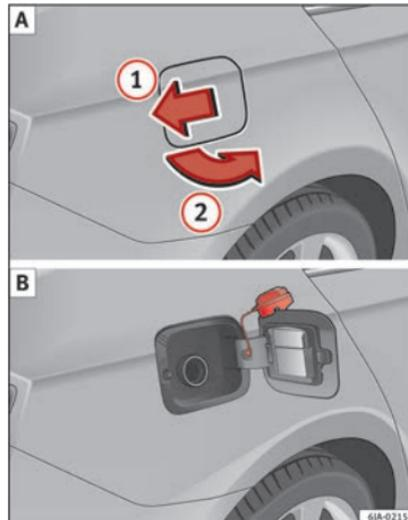

Abb. 202 Fahrzeugseite hinten rechts: Tankklappe / Tankklappe mit abgeschraubtem Verschluss
Auf der Innenseite der Tankklappe finden Sie die richtige Kraftstoffsorte für Ihr Fahrzeug sowie die Reifengröße und den Reifenfülldruck »» **Abb. 202** .
- Drücken Sie in Pfeilrichtung **1** »» **Abb. 202** auf die Tankklappe.
- Tankverschluss links herum herausdrehen und oben auf die Tankklappe stecken »» **Abb. 202** .
»» **Abb. 202**.
»» **Abb. 202** **ⓑ**.